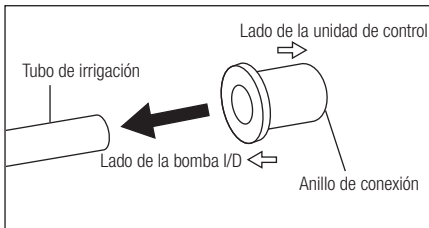

Fig.38
- 6) Monte el anillo de conexión en la nueva bomba de irrigación. Cuidadosamente en la dirección del anillo. (Fig. 38)